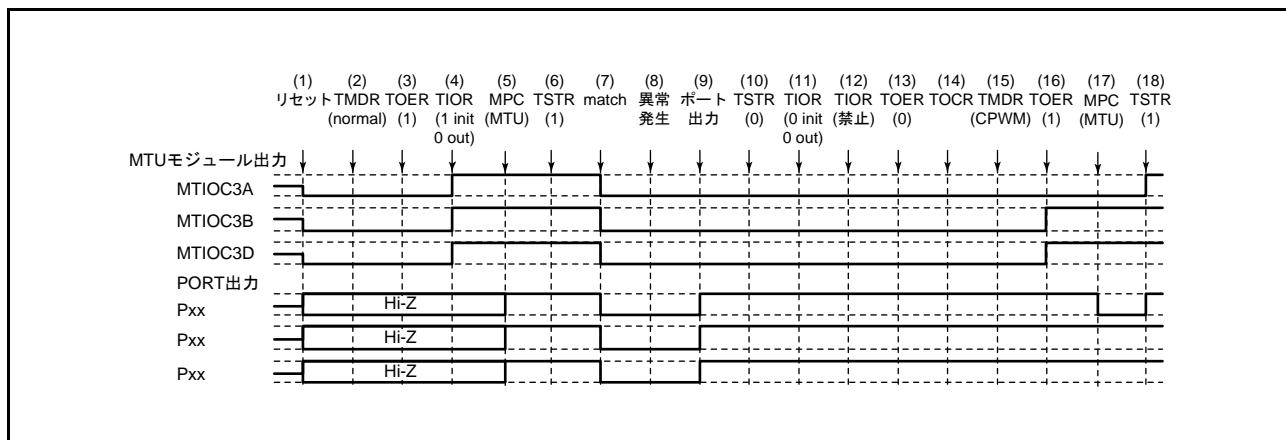

図 22.131 ノーマルモードで異常が発生し、相補 PWM モードで復帰する場合
ノーマルモードで異常が発生し、再設定後相補 PWM モードで再スタートする場合の説明図を図 22.131 に示します。
- (1) ~ (13) は図 22.131 と共通です。
- (14) TOCR レジスタでリセット同期 PWM モードの出力レベルと周期出力の許可 / 禁止を選択してください。
- (15) リセット同期 PWM モードを設定します。
- (16) TOER レジスタで MTU3、MTU4 の出力を許可してください。
- (17) MPC と I/O ポートのポートモードレジスタ (PMR) で MTU 出力としてください。
- (18) TSTR レジスタで再スタートします。